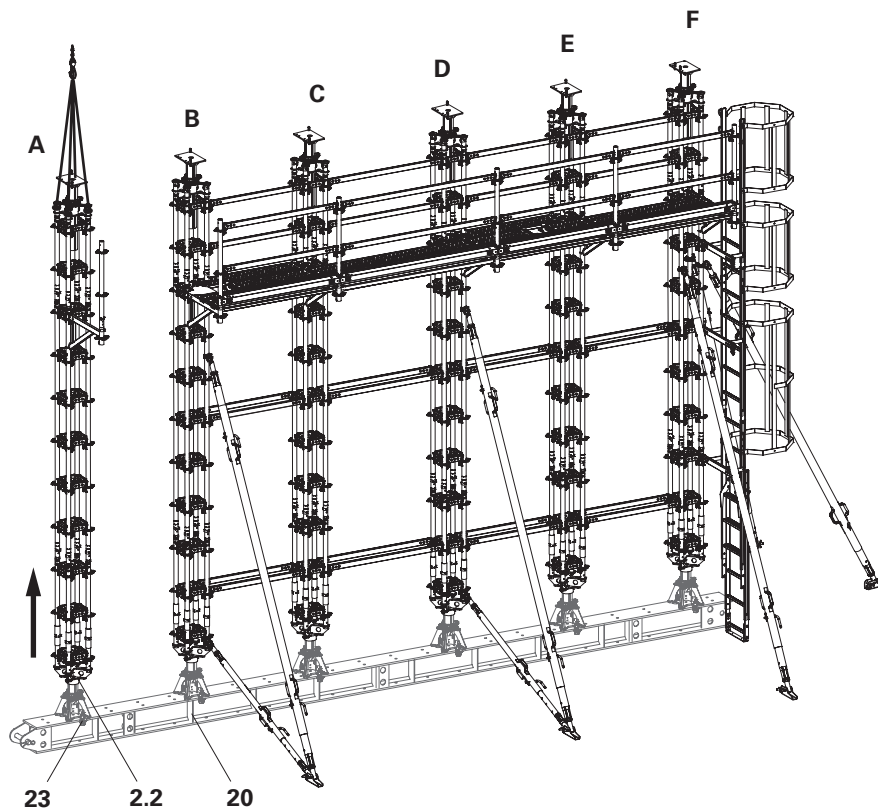

Fig. A7.11
5. Sollevare il puntello a portata elevata HD e appoggiarlo a terra. (Fig. A7.11)
6. Togliere le due morse per trave (23) dalla trave di orditura HDT inferiore (20).